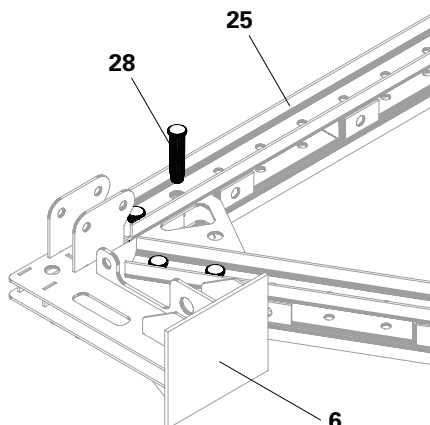

Fig. A2.08a
1. Spingere i correnti in acciaio 262 (25) nei nodi di supporto ATG (6).
2. Avvitare i correnti in acciaio 262 (25) con 2x perni Ø 32 (28) nei nodi di supporto ATG (6) e fissare con un inserto a molla 5/2 (29).
- (Fig. A2.08a + A2.08b)